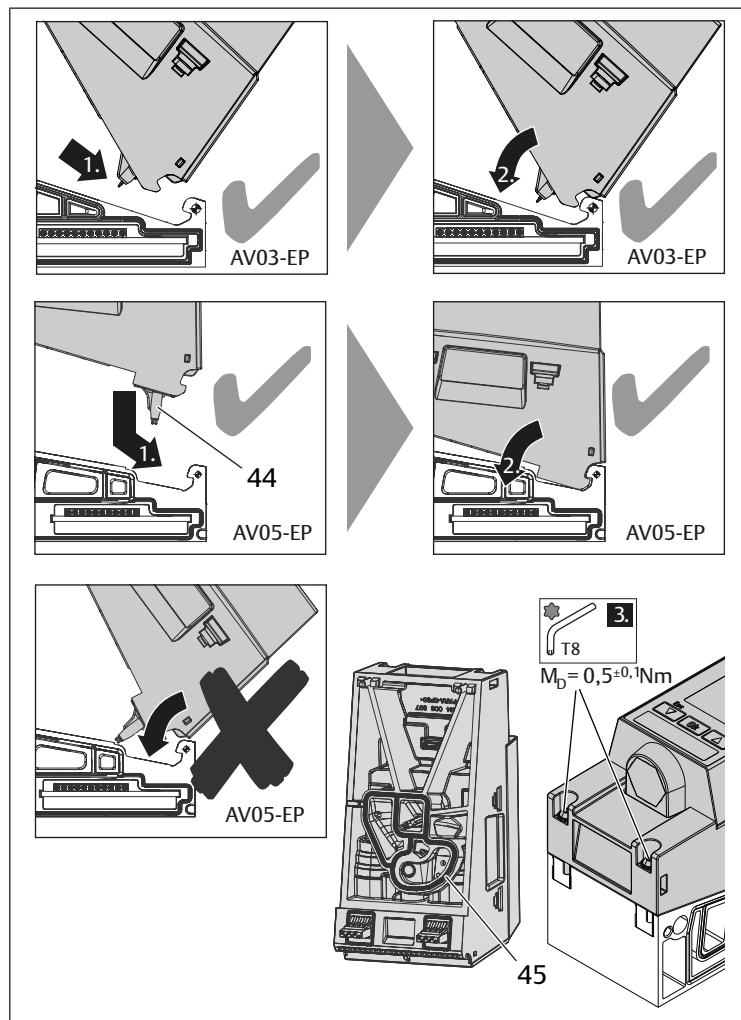

Abb. 16: AV-EP-Druckregelventil auf die Grundplatte montieren
1. Setzen Sie das AV-EP wie folgt an der Drehachse \blacklozenge an (siehe Abb. 16):
2. Klappen Sie das AV-EP herunter, sodass es auf der AV-EP-Grundplatte aufsitzt. Achten Sie dabei auf den korrekten Sitz der Dichtung (45) im Druckregelventil.